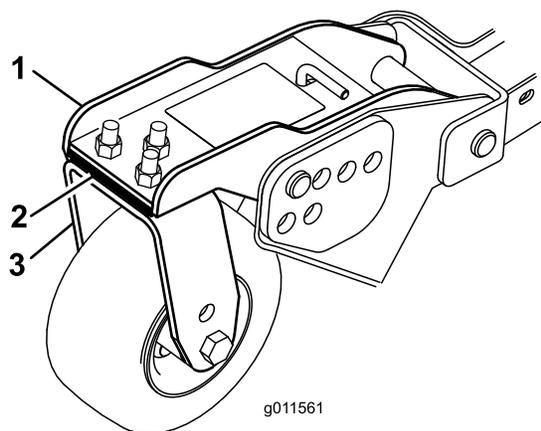

Figura 29
Girate la lama su ciascun fusello fino a disporla in parallelo con la lunghezza della macchina. Misurate dal suolo alla punta anteriore del tagliente. Regolate gli spessori di 3 mm sulla forcella (o forcelle) della ruota orientabile, finché l'altezza di taglio non corrisponde al valore riportato sull'adesivo (Figura 29). Unicamente per il fusello della lama esterna vedere la procedura in Regolazione del passo dell'apparato di taglio.
3. Se il bordo interno dell'apparato di taglio laterale è troppo alto rispetto al bordo esterno dell'apparato di taglio anteriore, togliete uno spessore di 3 mm dalla base del braccio della ruota orientabile anteriore interna dell'apparato di taglio laterale (Figura 29). Controllate di nuovo la misura tra i bordi esterni di entrambi gli apparati di taglio ed il bordo interno